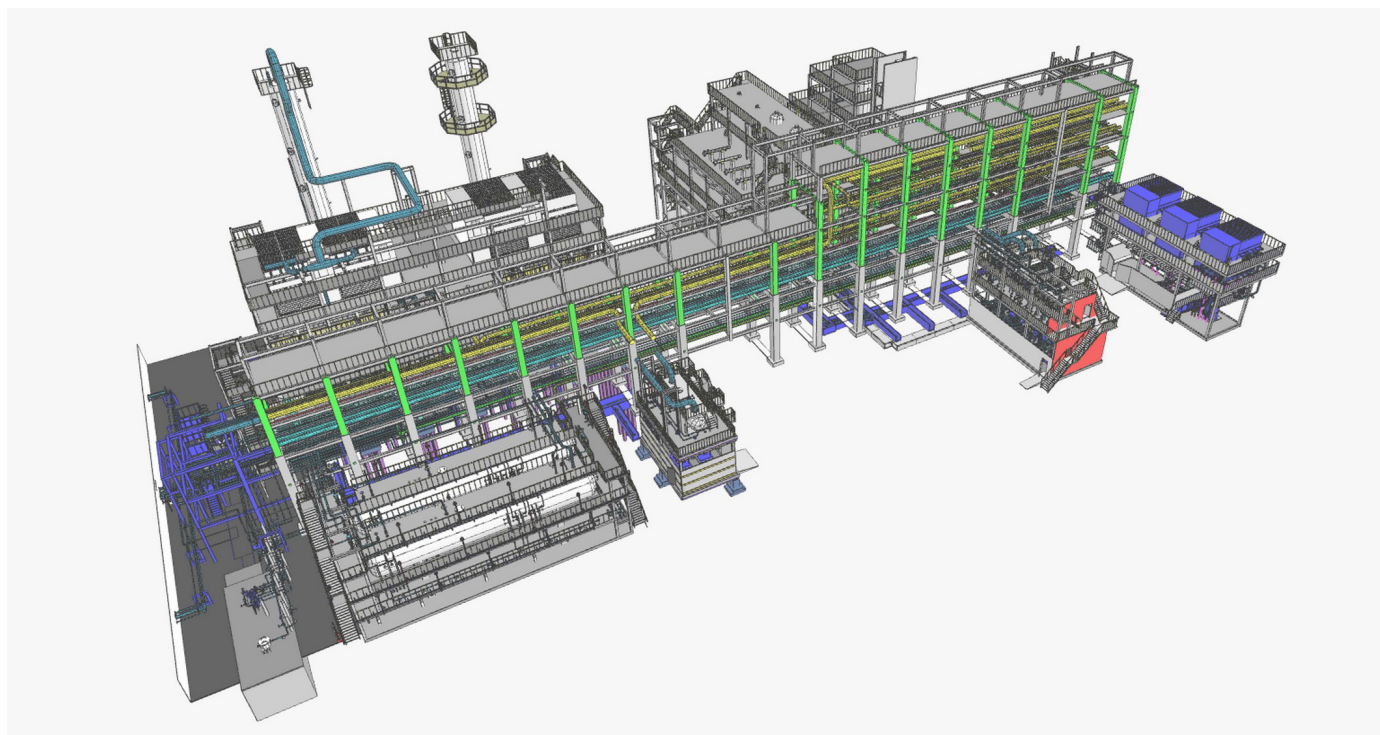

Рис. 1. 3D-модель химической установки
- формирование 3D-модели зданий и сооружений (рис. 1);